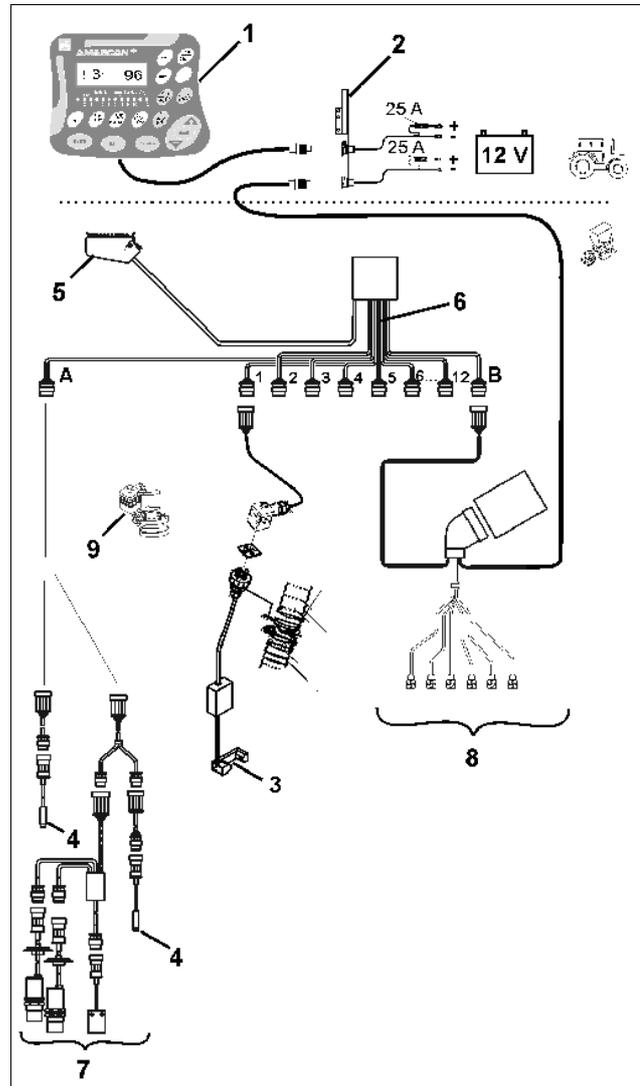

Fig. 2
**AMASCAN+** (Fig. 2/...) besteht aus: